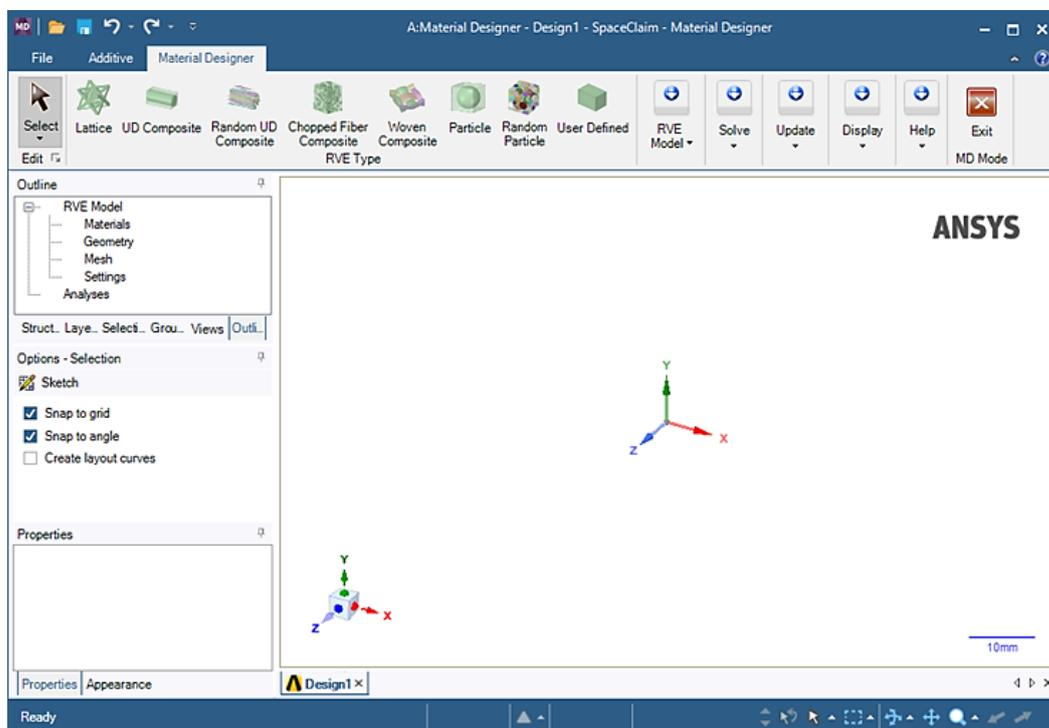

Рис. 5. Окно Material Designer
3. В первом модуле дважды нажимаем ЛКМ на *Material Designer*, после чего откроется окно, представленное на рис. 5.